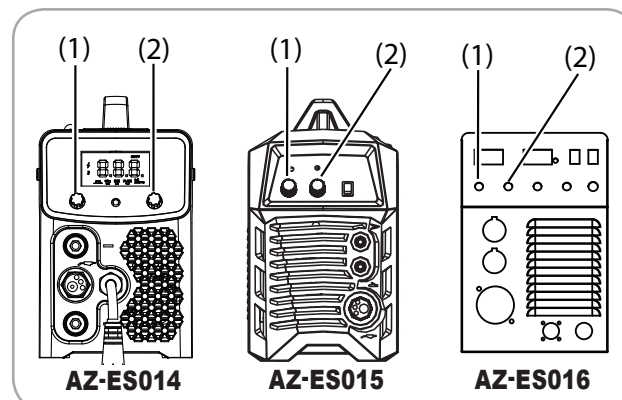

Fig.7
- Reglați butonul la valoarea dorită a curentului electric, în funcție de cererile de sudare; Fig 7 (1)
- Reglați intensitatea electrică necesară - în general intensitatea electrică necesară procesului de sudare este în concordanță cu tipul electrodului. Butonul de reglare a intensității curentului este folosit pentru ajustarea modului de sudare, în special pentru curentul de mică intensitate și pentru dimensionarea arcului electric. Aparatul poate crește valoarea energiei astfel încât acesta să ajungă la parametri necesari sudării - Fig 7 (2).